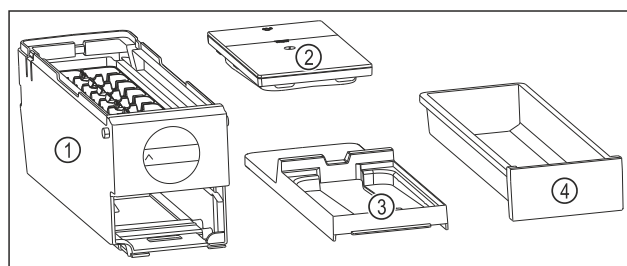

Fig. 106 Составные части EasyTwist-Ice
- ▶ EasyTwist-Ice разобран на четыре части. (см. Fig. 106)
представленные на рисунке. (см. Fig. 106)
- Очищайте корпус EasyTwist-Ice Fig. 106 (1) как цельное